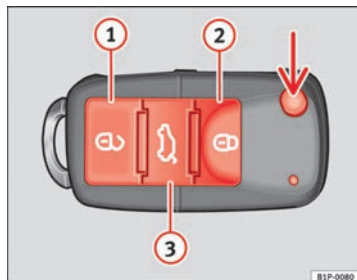

Fig. 46 Affectation des touches de la clé à radiocommande
La touche $\Rightarrow$ fig. 46 (flèche) de la radiocommande permet de débloquent le panneton de la clé.
Déverrouillage du véhicule $\Rightarrow$ fig. 46 ①.
Verrouillage du véhicule $\Rightarrow$ fig. 46 ②.
Déverrouillage du hayon arrière. Appuyez sur la touche $\Rightarrow$ fig. 46 ③ jusqu'à ce que tous les clignotants du véhicule s'allument brièvement. Après avoir appuyé sur le bouton de déverrouillage $\Rightarrow$ ③, vous disposez de 2 minutes pour ouvrir le hayon. Une fois ce temps écoulé, il se verrouillera de nouveau.
- Appuyez sur la touche  ② → fig. 46 de la radiocommande.
- Appuyez sur la touche  ① → fig. 46 de la radiocommande.
Pour modifier l'état de verrouillage/déverrouillage, actionnez le bouton  ou la touche ① ⇒ fig. 46 de la clé de la radiocommande.